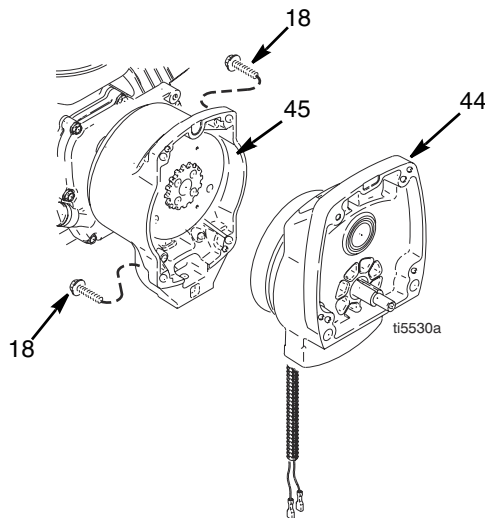
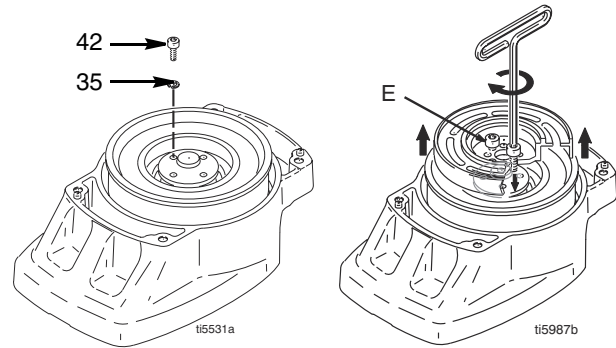

ABB. 4
ABB. 5
4. ABB. 4. Die vier Schrauben (18) und den Getriebebesatz (44) entfernen.
5. ABB. 5. Den Getriebebesatz (44) mit der Kupplungsplatte nach oben auf die Werkbank legen.
6. Die vier Schrauben (42) und Federringe (35) entfernen. Zwei Schrauben in die Gewindelöcher (E) in der Kupplungsplatte eindrehen. Schrauben so weit abwechselnd eindrehen, bis die Kupplungsplatte herauskommt.
9. ABB. 5. Den Getriebeatz mit der Kupplungsplatte nach oben auf die Werkbank legen.
10. Loctite auf die Schrauben auftragen. Vier Schrauben (42) und Federringe (35) installieren. Die Schrauben abwechselnd mit 14 Nm festziehen, bis die Kupplungsplatte sicher befestigt ist. Zur Befestigung der Kupplungsplatte Gewindelöcher verwenden.
11. ABB. 4. Den Getriebeatz (44) mit vier Schrauben (18) installieren.